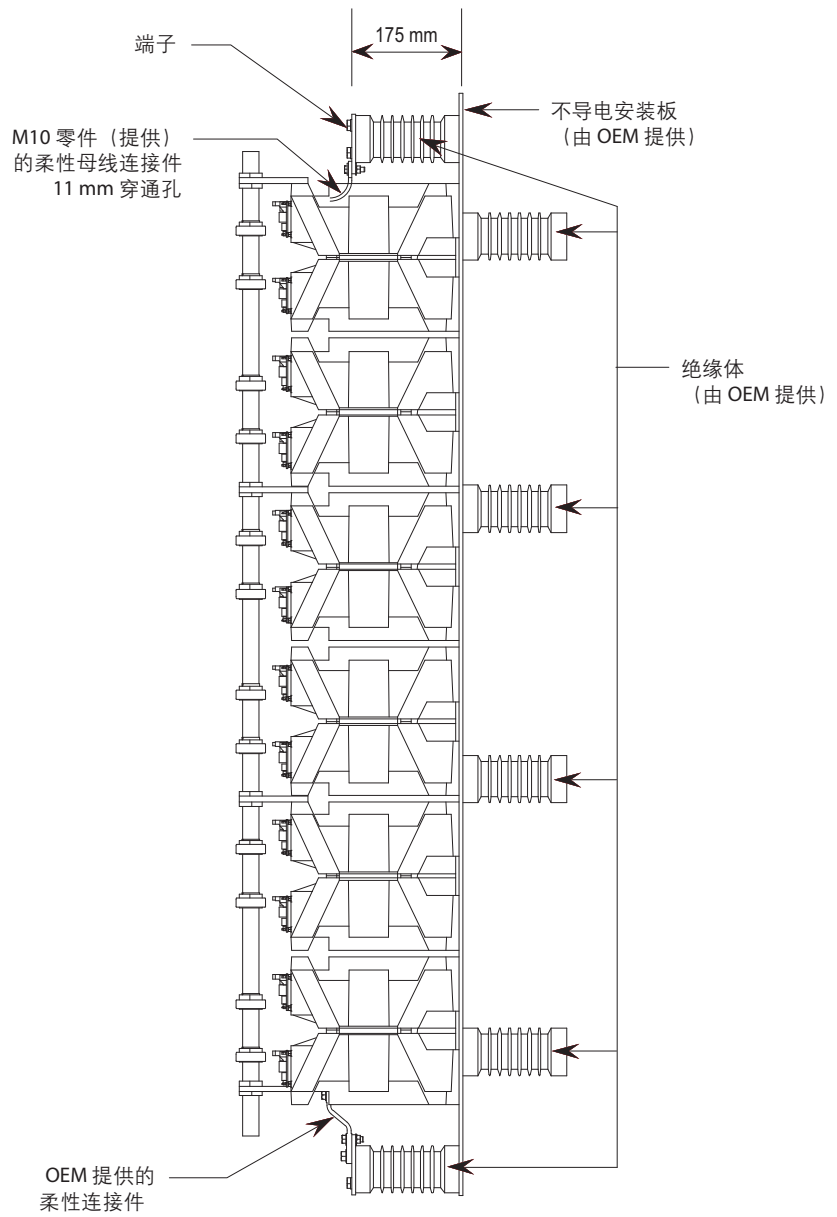

图 3.8 – 典型单相 15 kV PowerBrick 组件 (侧视图)
- 2) 顶部 PowerBrick 应连接到适当的固定端子位置。使用相应的电缆接线片将适当的线路电缆连接到线路电缆端子。每个 PowerBrick 均可使用 M10 (3/8 in.) 零件。有关端子位置，请参见图 3.8。按图 3.D 所示规范拧紧紧固零件。
- 3) 使用电缆接线片将适当的负载电缆连接到负载电缆端子（较低）。有关端子位置，请参见图 3.8。按图 3.D 所示规范拧紧紧固零件。